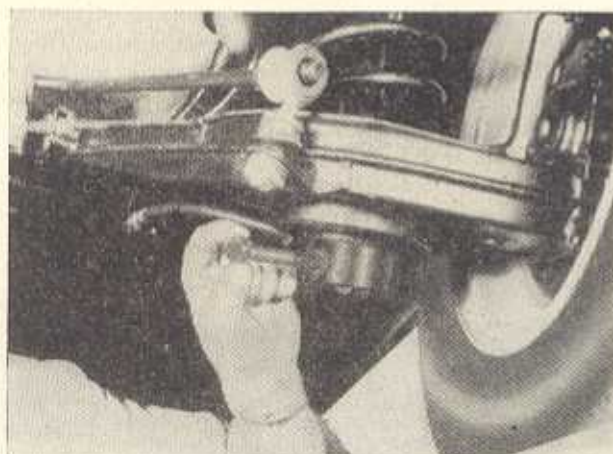

Bild F 84. Einsetzen der Schraube der unteren Stoßdämpferbefestigung von innen nach außen
3. Hinteren Teleskopstoßdämpfer ganz auseinanderziehen und von unten nach oben einschieben. Obere Stoßdämpferbefestigung einsetzen und festziehen (s. auch Abschnitt 5.4.1., Punkt 1). Untere Stoßdämpferbefestigung (mit beiden Abstandshülsen) montieren und festziehen. (Schraube von Fahrzeugmitte nach außen einstecken.) Scherenwagenheber unter der Halbachse wieder ablassen (Bild F 84).